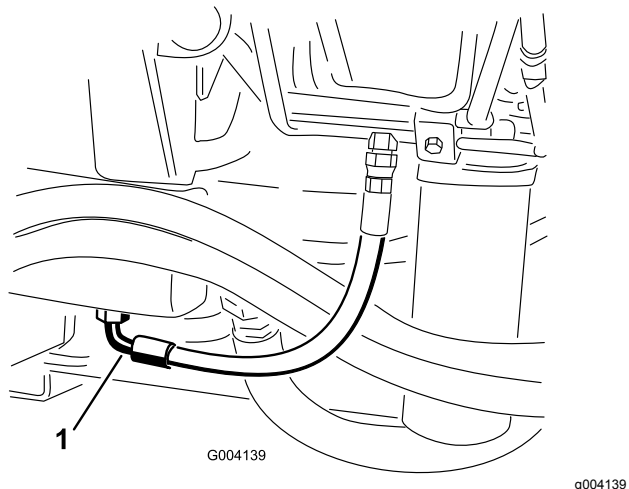

Figura 90
2. Coloque um recipiente de escoamento grande debaixo da união presa à parte de baixo do reservatório do fluido hidráulico (Figura 90).